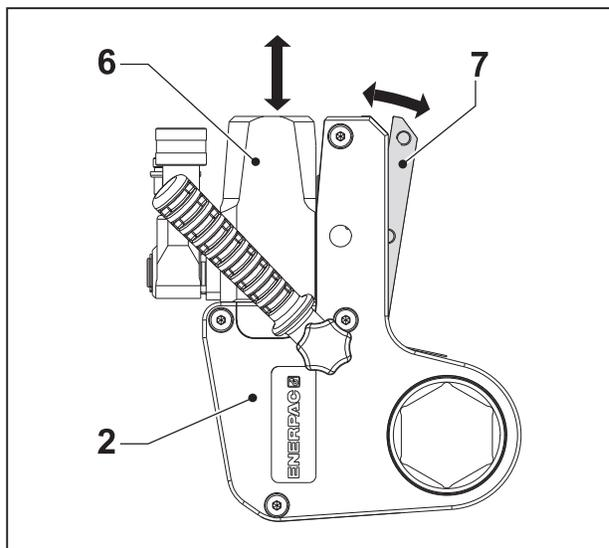

Fig. 4
3.3.1 Dépose de la cassette (fig. 4 et 5)
- Tirer le levier de libération (7) de la cassette vers l'extérieur.
- Retirer l'unité de commande hydraulique (6) de la cassette (2).
3.3.2 Reprise de la cassette (fig. 4 et 5)
- Tirer le levier de libération (7) vers l'extérieur.
- S'assurer que la tringle de rétraction (12) s'aligne sur la fente (14) du levier à cliquet. Faire tourner la tige de piston au besoin.
- Faire glisser l'unité de commande sur la cassette et pousser l'ergot (13) dans le trou de la plaque de centrage (15) de l'unité de commande.
- Pousser le levier de libération (7) dans la cassette (2). S'assurer que la détente à bille s'enclenche. Vérifier que le levier de libération de la cassette est complètement fermé.